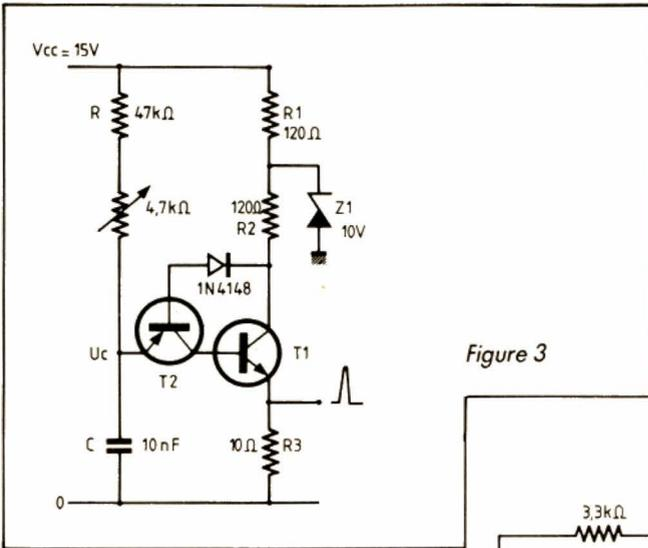

Figure 3
Autour de T_1 et T_2 , nous constituons le montage (fig. 3) où nous retrouvons la structure classique d'un relaxateur à UJT. Nous devons avoir comme condition initiale :
Avec les valeurs du schéma figure 3, nous pouvons avoir :
b) du V_{cc} de conduction de T₂. Celui-ci peut être réduit en insérant une diode entre le collecteur de T₁ et la base de T₂ (fig. 3).
Avec les valeurs figure 3, nous obtenons V_{vallee} ≈ 2,5 V